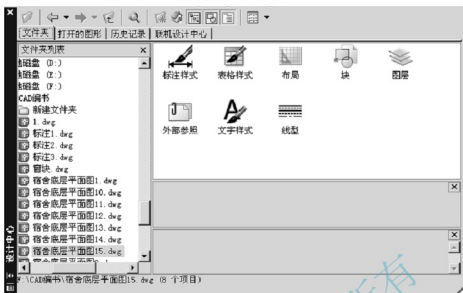

图 3.132 在【设计中心】选择底层平面图
字样式等设定信息表，如图 3.132 所示。
(6) 单击左上部的【上一级】图标, 则右侧显示如图 3.132 所示的内容。